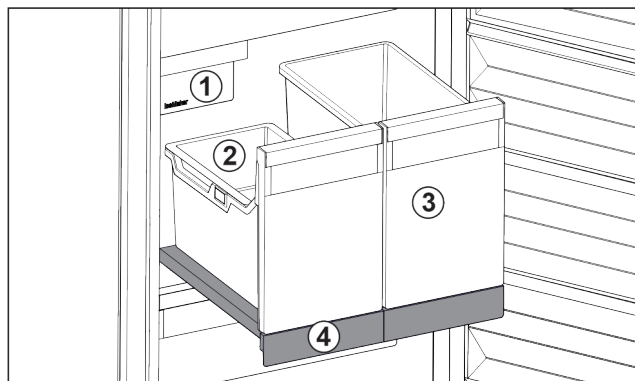

Fig. 93 Vysouvací přihrádka s IceTower
Na vysouvací přihrádce jsou dvě vysoké nádoby (IceTower). V nádobě Fig. 93 (2) se shromažďují a skladují kostky ledu z IceMaker. Nádoba Fig. 93 (3) se hodí pro skladování vysokých potravin jako pizzy nebo alkoholické nápoje.